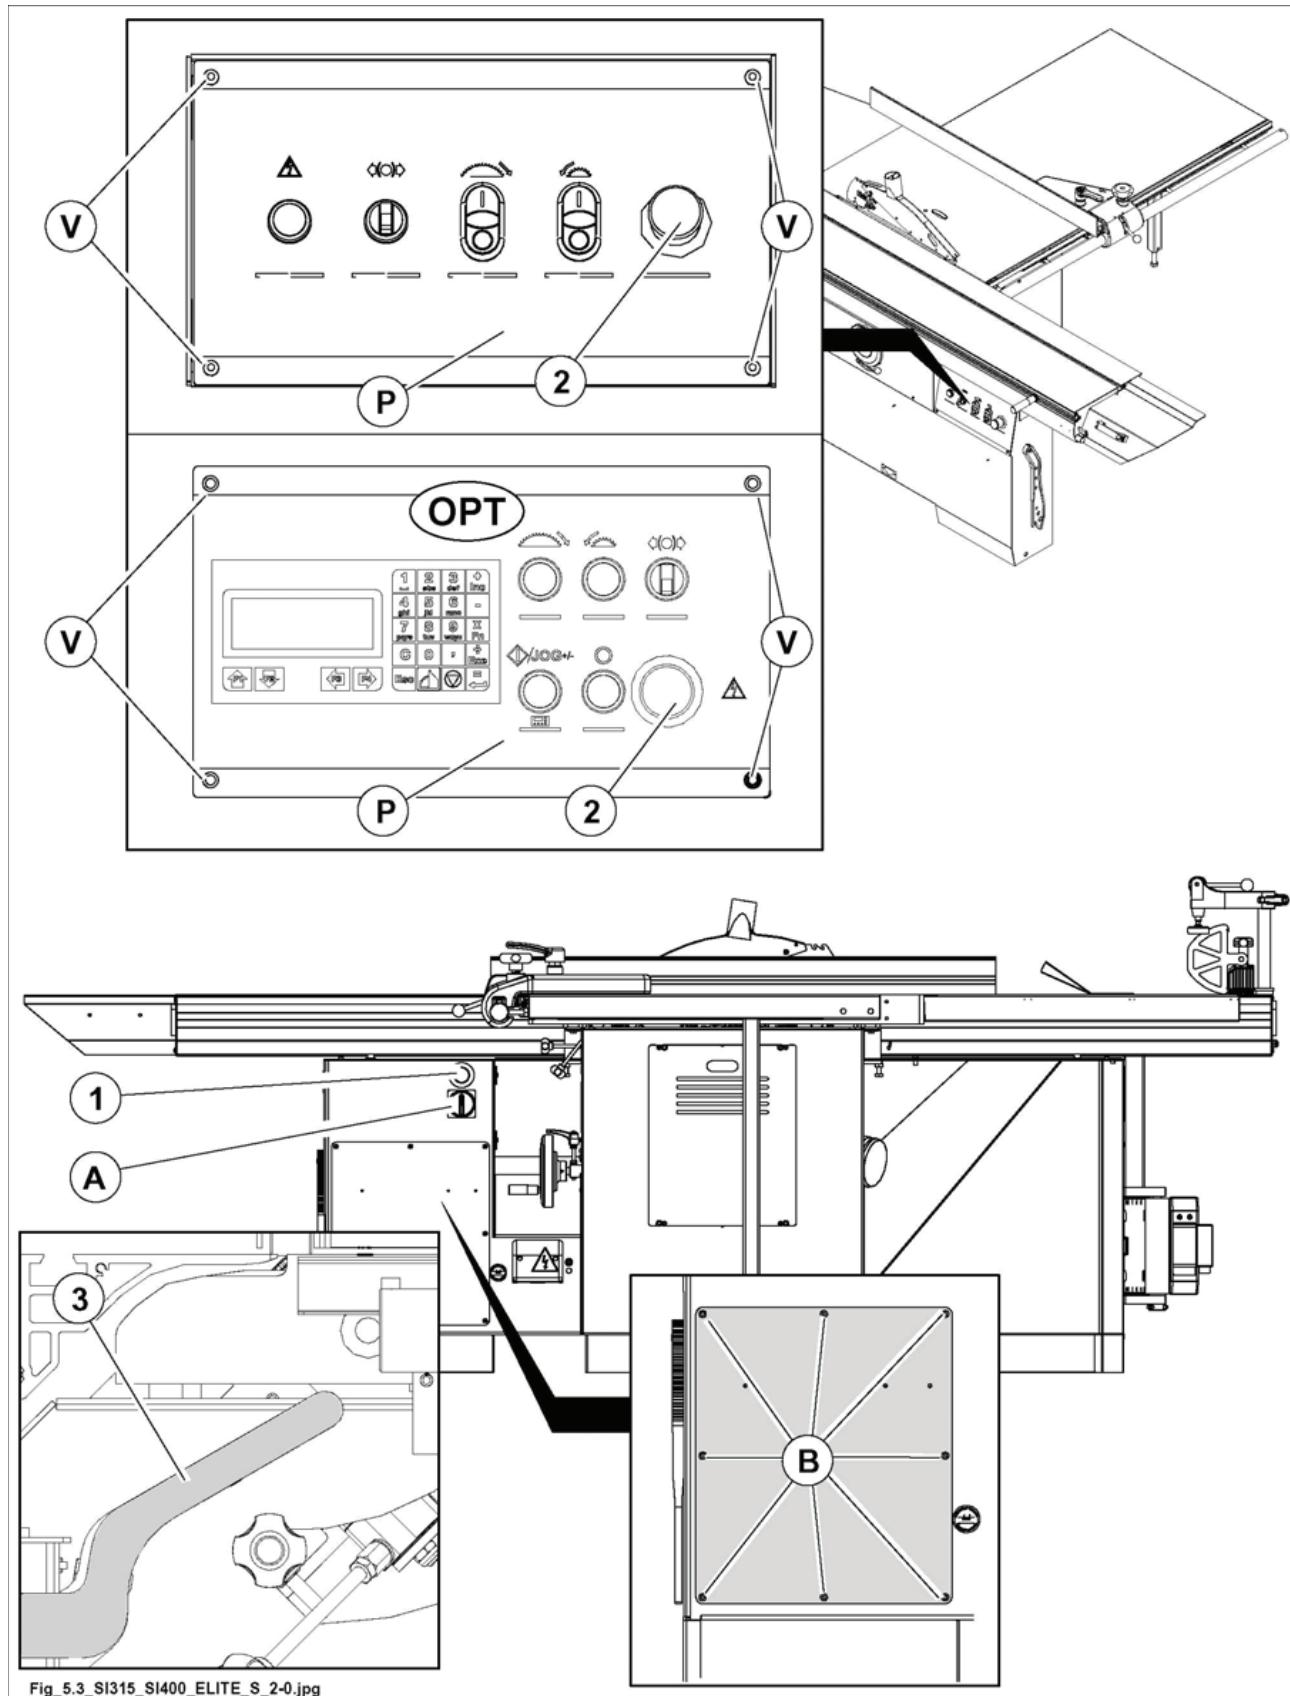

Рис. 5.3
- аварийная кнопка (2 рис. 5.3) на щите управления.
- аварийная кнопка(1 рис. 5.3) со стороны параллельной направляющей.
аварийная перекладина (3 рис. 5.3) (OPT):
Установить на 0 (ВЫКЛ) главный выключатель (A рис. 5.3).
Удалить винты (V рис. 5.3) закрытия дверцы (P рис. 5.3).
Повернуть рукоятку главного выключателя A (рис. 5.3) в положение 0 (OFF).
Используя прилагаемый ключ, открыть замки B (рис. 5.3).